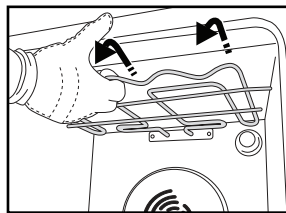
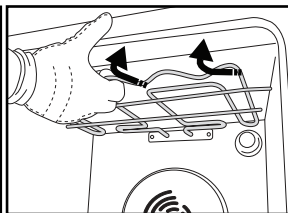

Fig. 6
Fig. 7
2. Træk let ud i varmeelementet (Fig. 6), og sænk det (Fig. 7).